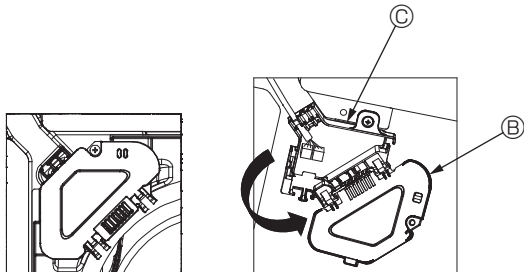

Fig. 7-5
- ③ Fjern den skrue, der holder el-boksens afdækning fast, og åbn afdækningen. (Fig. 7-5)
- ④ Placer tilslutningsledningsstikket i el-boksen.
- ⑤ Monter ledningsafdækningen og el-boksaafdækningen.